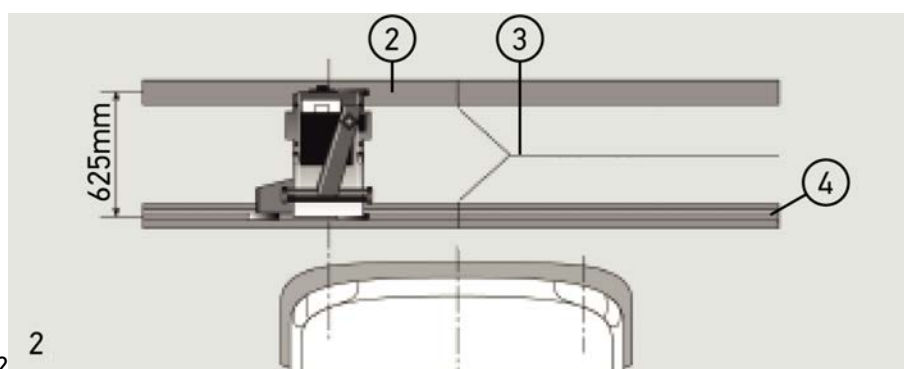

Fig. 2
- Køreskinnerne lægges parvist med 90° i forhold til køretøjets længdeakse. Undgå forskydninger til siden ved køreskinner, der grænser op mod hinanden (fig. 2).